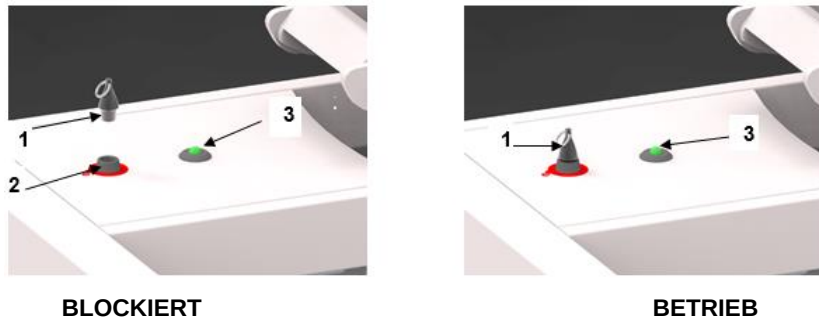

Abbildung 10 - Bedienung der Zugangssperre
Therapieliegen der Serie STOCKHOLM sind mit einem Sperrsystem für den Zugriff auf die Höhenverstellfunktion ausgestattet (siehe Abbildung 10). Die Verstellfunktion ist gesperrt, wenn der Schlüssel ① aus dem Steckplatz ② gezogen wird und die LED ③ im Abstand von 0,7 Sekunden blinkt. Die Höhenverstellung ist möglich, wenn der Schlüssel ① im Steckplatz ② steckt, was die LED ③ mit Dauerlicht signalisiert.